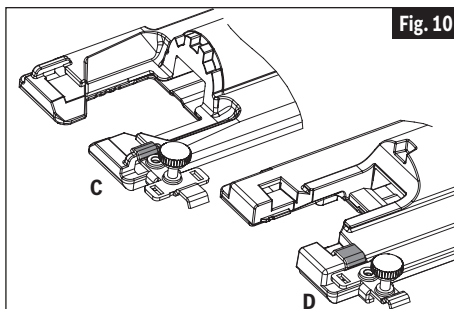

Fig. 10
Un extremo de la abrazadera se utiliza para sujetar la barra de la guía a las sierras caladoras que tienen partes superiores estrechas en sus ranuras de montaje de la placa-base (C) y el otro extremo se utiliza para sujetar la barra de la guía a las sierras caladoras que tienen partes superiores anchas en sus ranuras de montaje de la placa base (D) (Fig. 10).